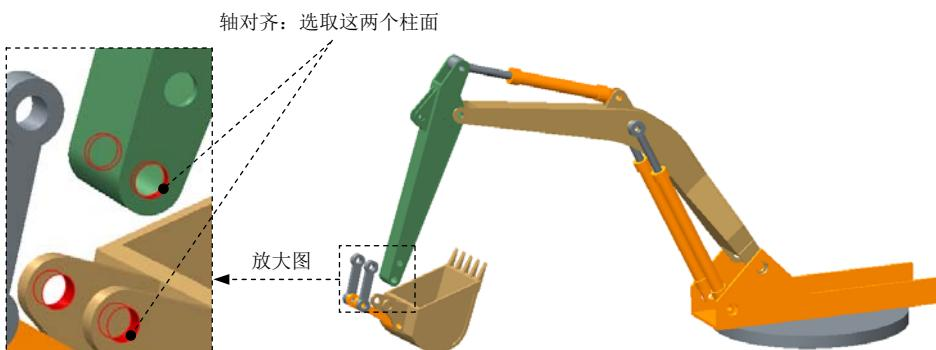

图 3.18.50 创建销 (Pin) 连接
(3) 单击操控板中的 按钮，完成连接的创建。
Step20. 引入子组件 BUCKET_ASSY_GASM (铲斗组件)，并将其调整到图 3.18.50 所示的位置。
(1) 在“元件放置”操控板的机械连接约束列表中选择 销 选项。
(2) 定义“轴对齐”约束。单击操控板中的 **放置** 按钮，分别选取图 3.18.50 中的两个柱面为“轴对齐”约束参考，此时 **放置** 界面如图 3.18.51 所示。